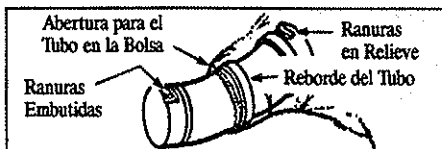
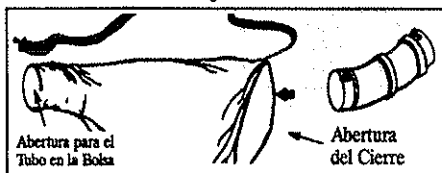

Figura 2
Figura 3
**AVISO:** Debe introducirse la punta del Tubo en "L" con las ranuras embutidas por la abertura para el tubo de la bolsa. Vea la Figura 2.
- Pase el Tubo en "L" por la abertura del cierre en la bolsa de aspiración (Figura 3). Luego empuje la punta del Tubo en "L" con las ranuras embutidas por la abertura para el tubo, en la otra punta de la bolsa. Figura 3. Asegúrese de que la abertura para el tubo en la bolsa quede al ras del reborde del tubo. Figura 2.